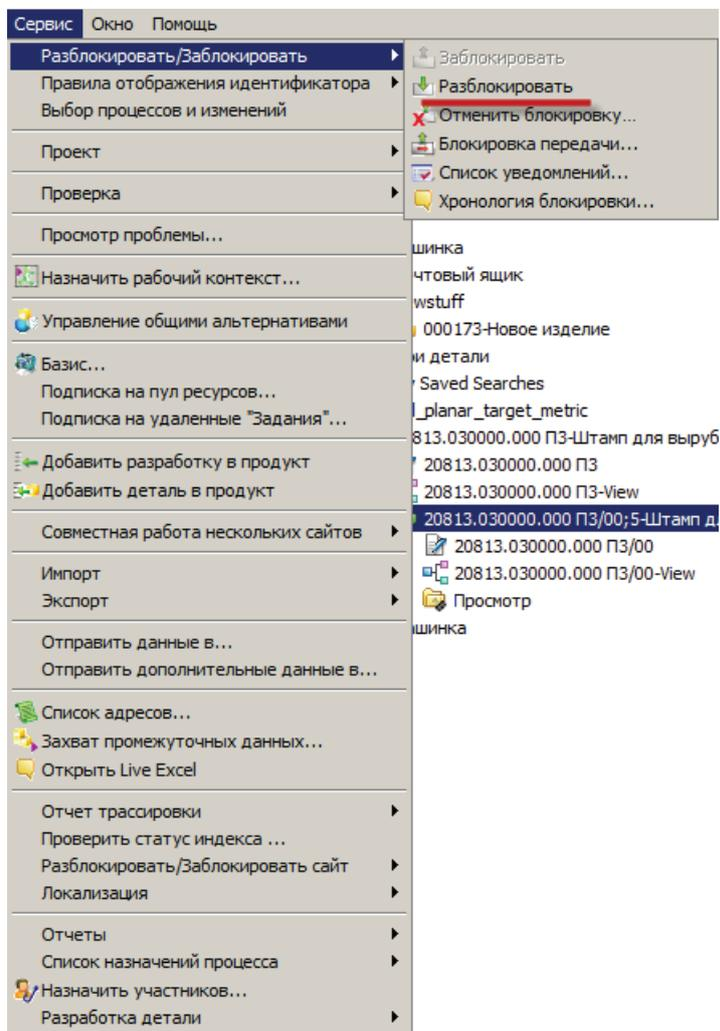

Рисунок 9.10
- выбрать необходимый объект и в главном меню выбрать пункт **Сервис > Разблокировать/Заблокировать > Разблокировать** (рис. 9.10).